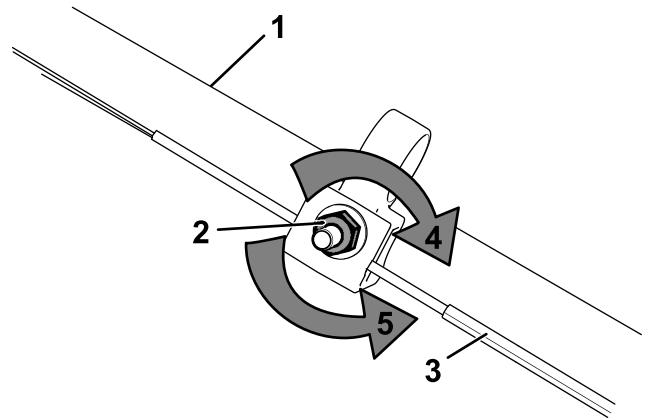

Bild 28
1. Drehen Sie die Einstellmutter nach links, um die Zugeinstellung zu lösen (Bild 28).
2. Stellen Sie die Spannung des Zugs (Bild 28) ein, indem Sie ihn zurückziehen oder nach vorne drücken und dann in dieser Stellung arretieren.